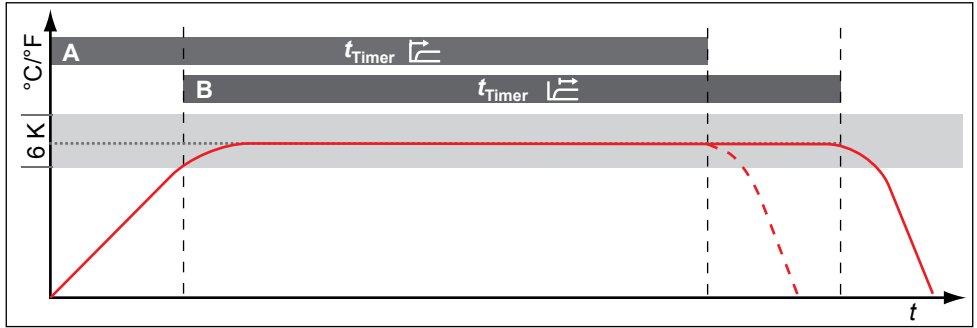

fig. 24 Modo timer
Con este ajuste se puede definir en las estufas universales UN^{PLUS}/UF^{PLUS} y en los incubadores IN^{PLUS}/IF^{PLUS} si el temporizador (véase la página 27) debe funcionar según los valores nominales, es decir, si el tiempo de funcionamiento con temporizador debe empezar a contar al alcanzar una banda de tolerancia de ± 3 K con respecto a la temperatura nominal (fig. 24, B) o inmediatamente después de la activación del temporizador (A).